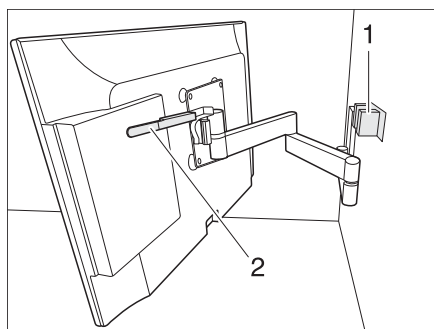

Fig. 59 Supporto con braccio snodato
- Spingere la leva (Fig. 59,2) verso il basso per sbloccare lo schermo piatto dall'arresto (Fig. 59,1). Rilasciare la leva.